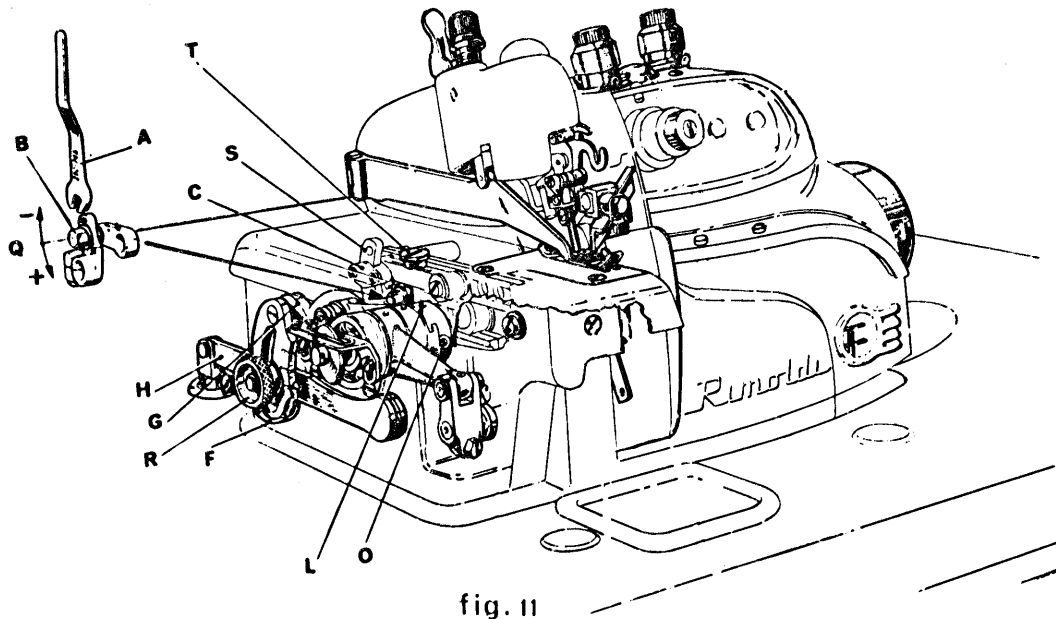

fig. 11
8. Trasporto (fig. 11)
e) Variazione lunghezza punto (fig. 11)